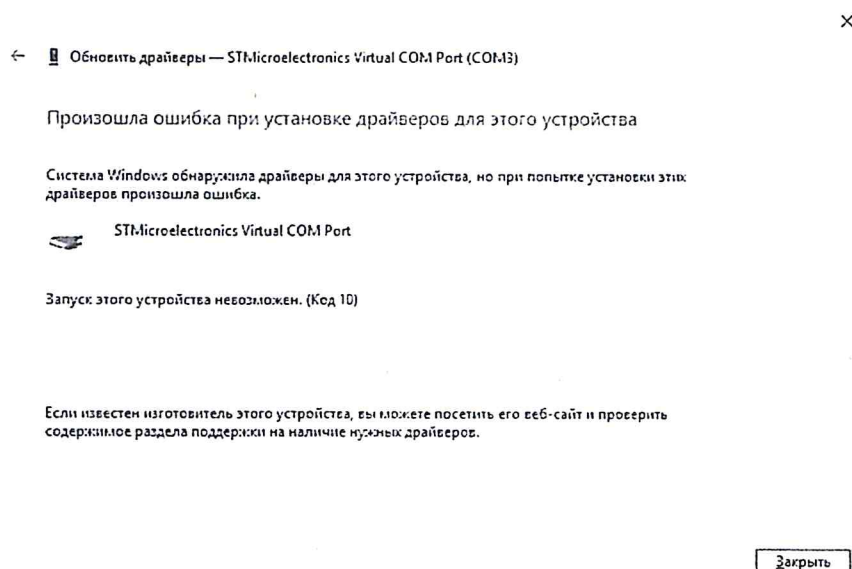

Рисунок 20 – Окно обновления драйвера виртуального COMPort.
3.1.4. В случае возникновения ошибки при установке драйвера (рисунок 20) необходимо совершить операции в следующем порядке: